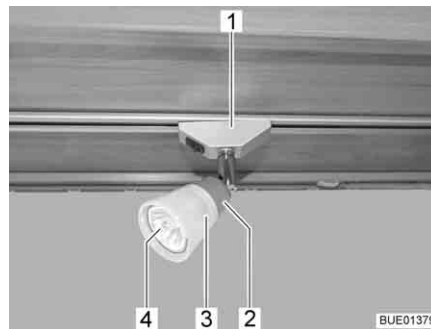

Bild 211 Halogenspotlight (förskjutningsbar)
- Vrid halogenspotlighten (Bild 211,1) 90° och ta av den från skenan.
- Vrid lampskärmen (Bild 211,3) moturs.
- Dra försiktigt av lampskärmen med halogenglödlampan (Bild 211,4) från sockeln (Bild 211,2).